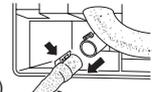

Figura 2
- 3) Extraiga la manguera de drenaje por la parte posterior izquierda de la unidad interior. (Figura 2)